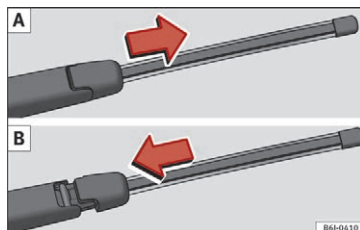

Fig. 90 Af- og påmontering af viskerblad til bagrude
- Placer viskerbladet som vist på » Fig. 90 B, og forskyd adapteren, indtil den går i hak.
- Skub viskerbladsadapteren i pilens retning, og træk viskerbladet » Fig. 90 A af.